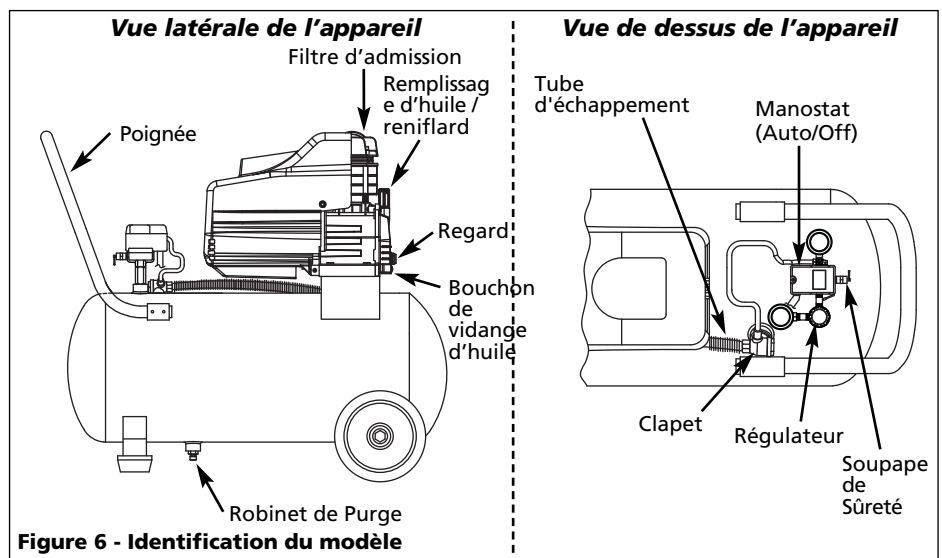

Figure 6 - Identification du modèle
2. Porter des lunettes de sécurité, tirer l'anneau sur la soupape de sûreté (voir les Figures 6 et 8) pour dégager la pression du réservoir du compresseur. Utiliser l'autre main pour éloigner l'air se déplaçant rapidement du visage.
1. Éteindre le compresseur et dégager la pression du système. Pour dégager la pression du système, tirer sur la soupape de sûreté ASME (voir les Figures 6 et 8). Éloigner l'air qui s'échappe en protégeant la soupape d'une main tout en tirant de l'autre. Tirer l'anneau jusqu'à ce que le réservoir soit vide.
3. Enlever le bouchon de vidange (voir Figure 6), permettre que l'huile se vide dans le récipient. Incliner le modèle pour le vider complètement.